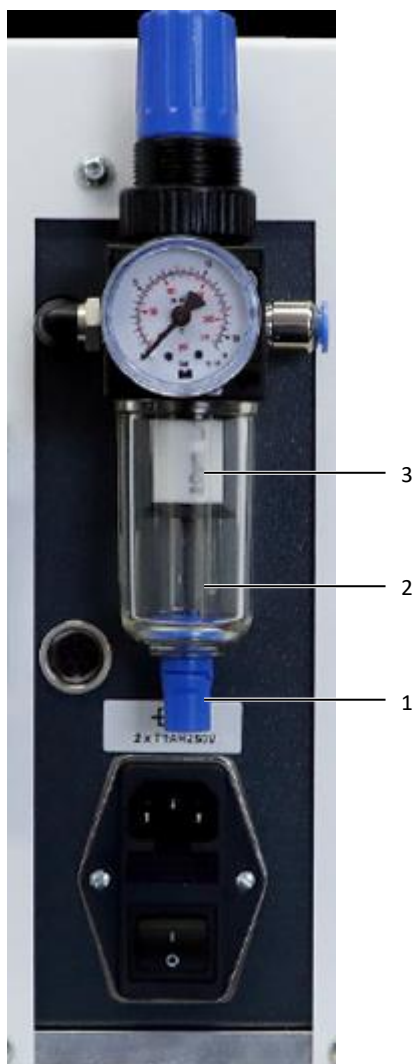

Fig. 16 : groupe de conditionnement d'air comprimé
- Pousser la vis de vidange (fig. 16, pos. 1) vers le haut pour vidanger l'eau de condensation.
- Pour remplacer le filtre, dévisser le réservoir d'eau de condensation (fig. 16, pos. 2) et dévisser le filtre (fig. 16, pos. 3).